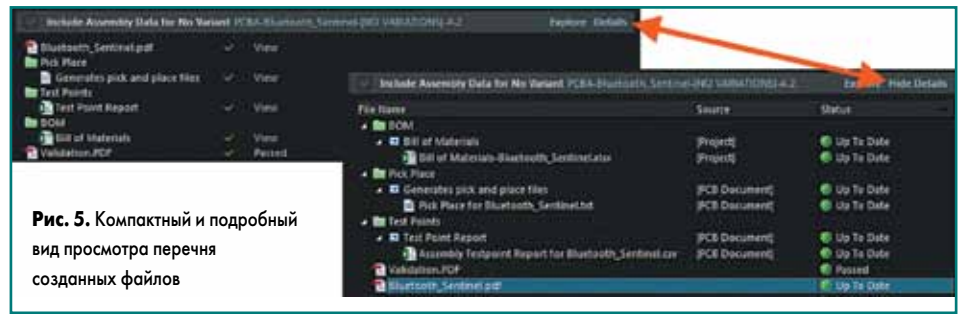

Рис. 5. Компактный и подробный вид просмотра перечня созданных файлов
4. Просмотр данных (Review Data) — после того как все проверки пройдены и выходные данные созданы, на этом этапе можно просмотреть сформированные документы, в компактном или подробном виде (рис. 5). Если все в порядке, следует приступить непосредственно к выпуску проекта.